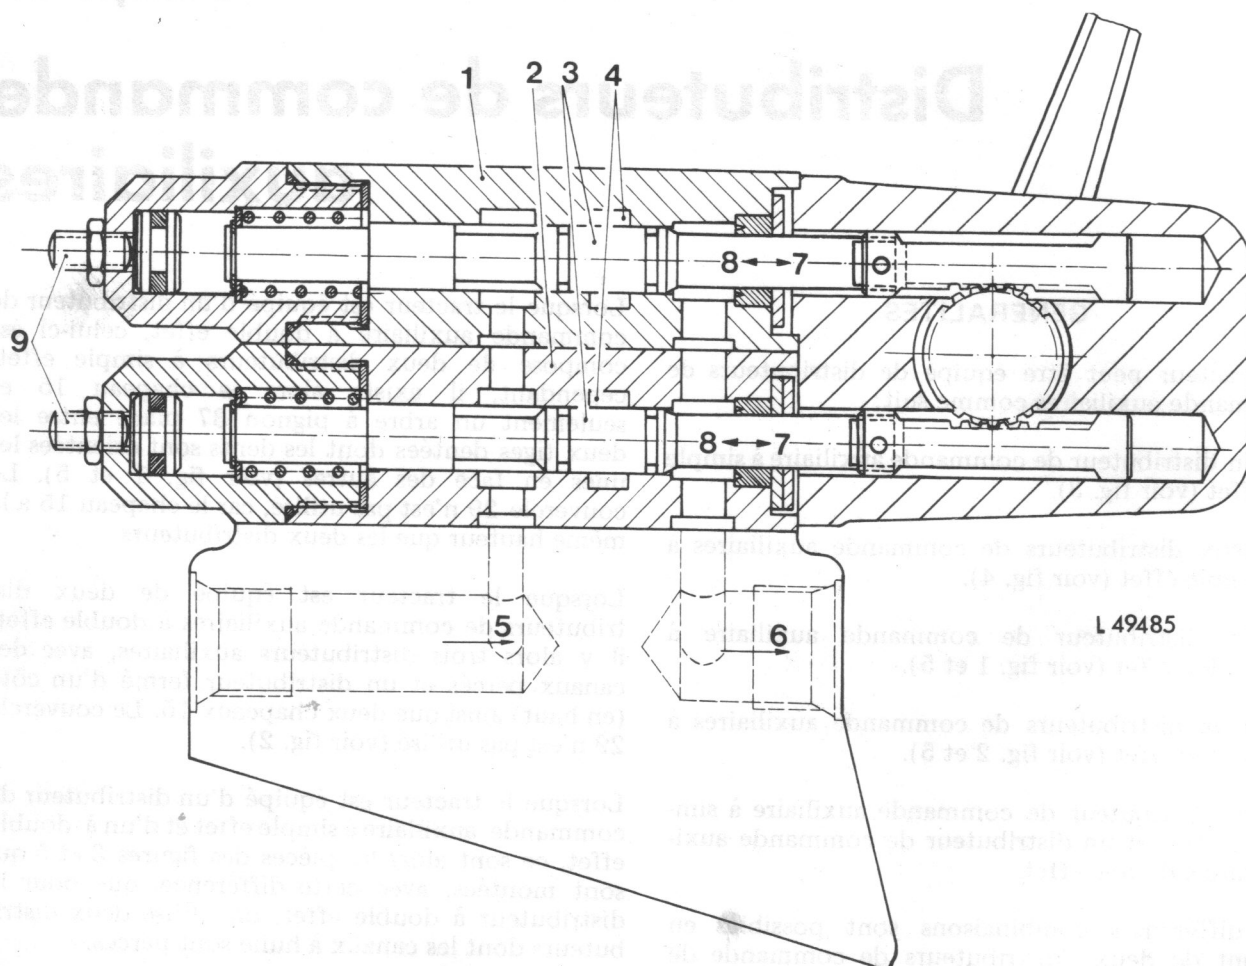

Fig. 1 — Distributeur de commande auxiliaire à double effet, coupe
3. Un distributeur de commande auxiliaire à double effet (voir fig. 1 et 5).
Lorsque le tracteur est équipé d'un distributeur de commande auxiliaire à double effet, celui-ci est composé de deux distributeurs à simple effet; cependant, il existe alors le chapeau 15 et seulement un arbre à pignon 37 placé entre les deux tiges dentées dont les dents sont orientées les unes en face des autres (voir fig. 1 et 5). Le couvercle 29 n'est pas utilisé, car le chapeau 15 a la même hauteur que les deux distributeurs.
En position neutre, l'huile venant de la pompe hydraulique principale est bloquée dans le canal de pression 5 par le tiroir 3 (fig. 1).
effet, mais avec un seul arbre à pignon, qui est placé entre les tiges dentées. En actionnant le levier de commande, et grâce à cette disposition, les tiges dentées de deux distributeurs à simple effet sont actionnées en sens contraire. L'arrivée est libérée sur un distributeur, et le retour sur un autre et l'inverse, de sorte qu les deux distributeurs à simple effet fonctionnent comme un distributeur de commande auxiliaire à double effet (voir fig. 1).